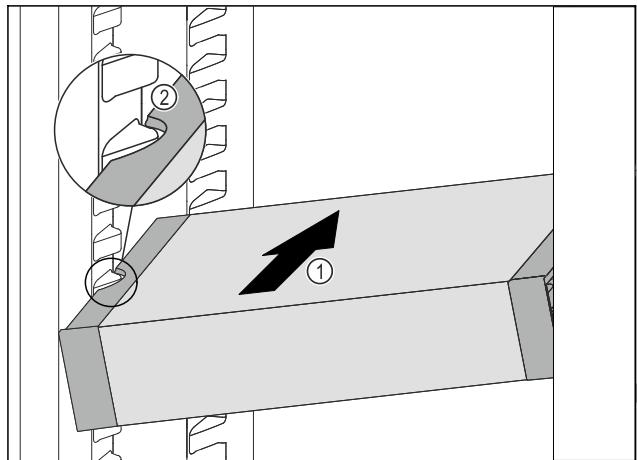

Fig. 122
- ▶ VarioSafe zasúvajte šikmo do chladničky Fig. 122 (1), kým sa bočné vybrania Fig. 122 (2) VarioSafe nebudú nachádzať vo výške rebra nádoby v chladničke.